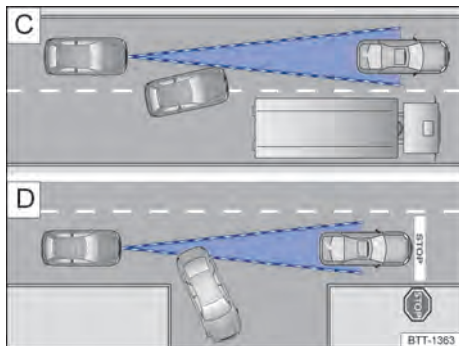

Fig. 102 [C] Cambio de carril. [D] Vehículo girando o parado.
Por ejemplo, si un vehículo detectado por el ACC gira o cambia de carril, y si hay un vehículo parado frente a este vehículo, el ACC no reaccionará al vehículo parado → fig. 102 [D].
- Vehículos que cambian al carril donde usted está a poca distancia del vehículo → fig. 102 C].